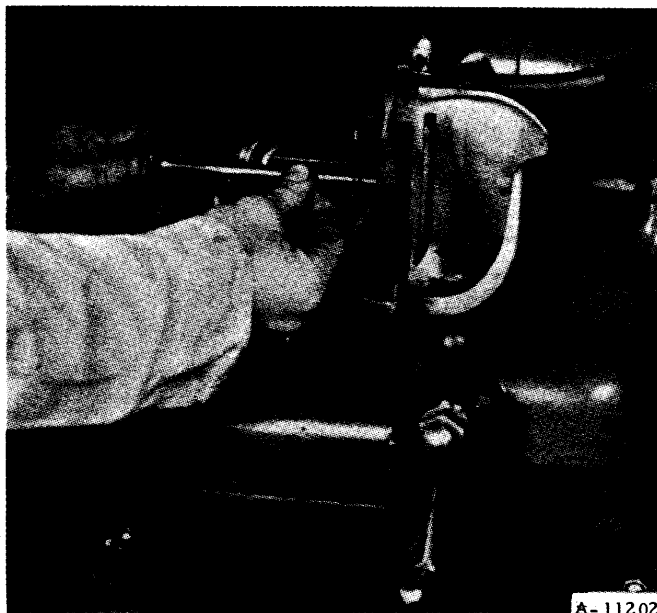

Fig. 30.- Meulage de la queue de soupape
- d) meulez l'extrémité de la tige de soupape pour lui assurer une bonne assise (fig. 30).